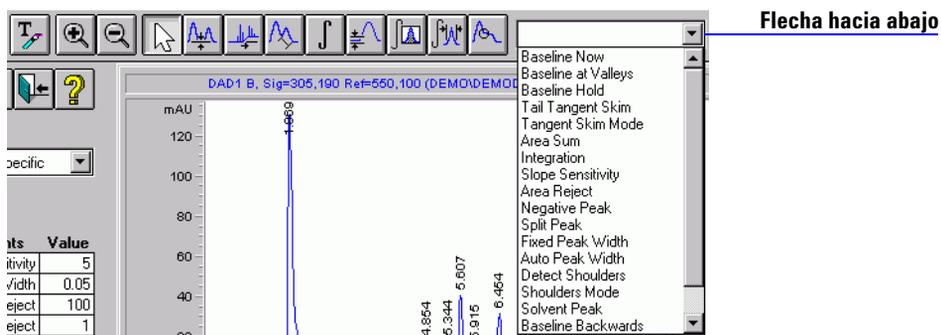

Figura 6 Mostrar la lista de eventos de integración
- 1 En la barra de herramientas, pulse la flecha hacia abajo para mostrar la lista de eventos de integración (consulte la Figura 6).